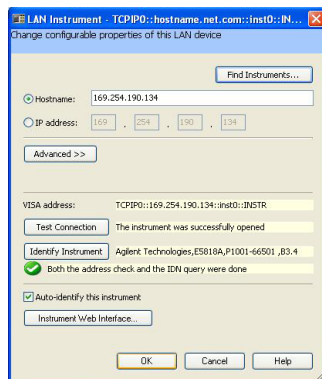

図9 選択した機器の設定プロパティ
- 5 正しい機器が発見され、選択されたことを確認したら、**OK**をクリックします。図9に示すように、*LAN Instrument*設定ダイアログ・ボックスに、選択した機器の情報が表示されます。